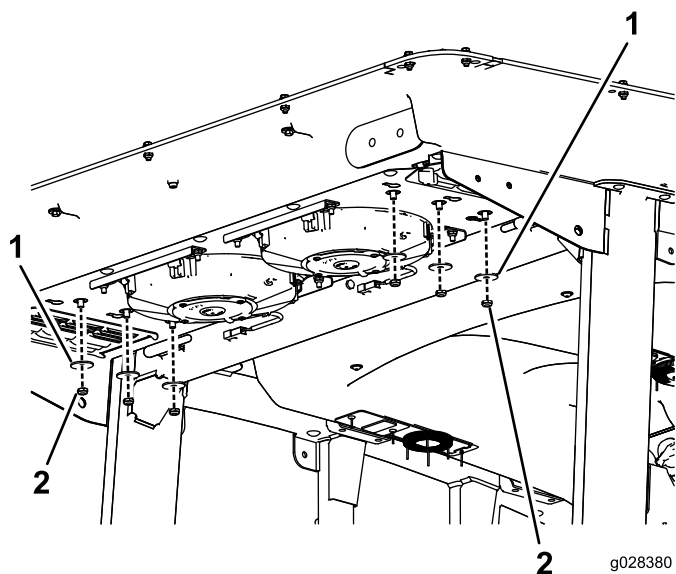

図 54
2. キャブ後部からナットとワッシャをそれぞれ6個を外す 図 54。